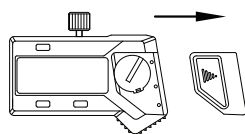

fig.1
- Rimuovere il coperchio della batteria (fig. 1)